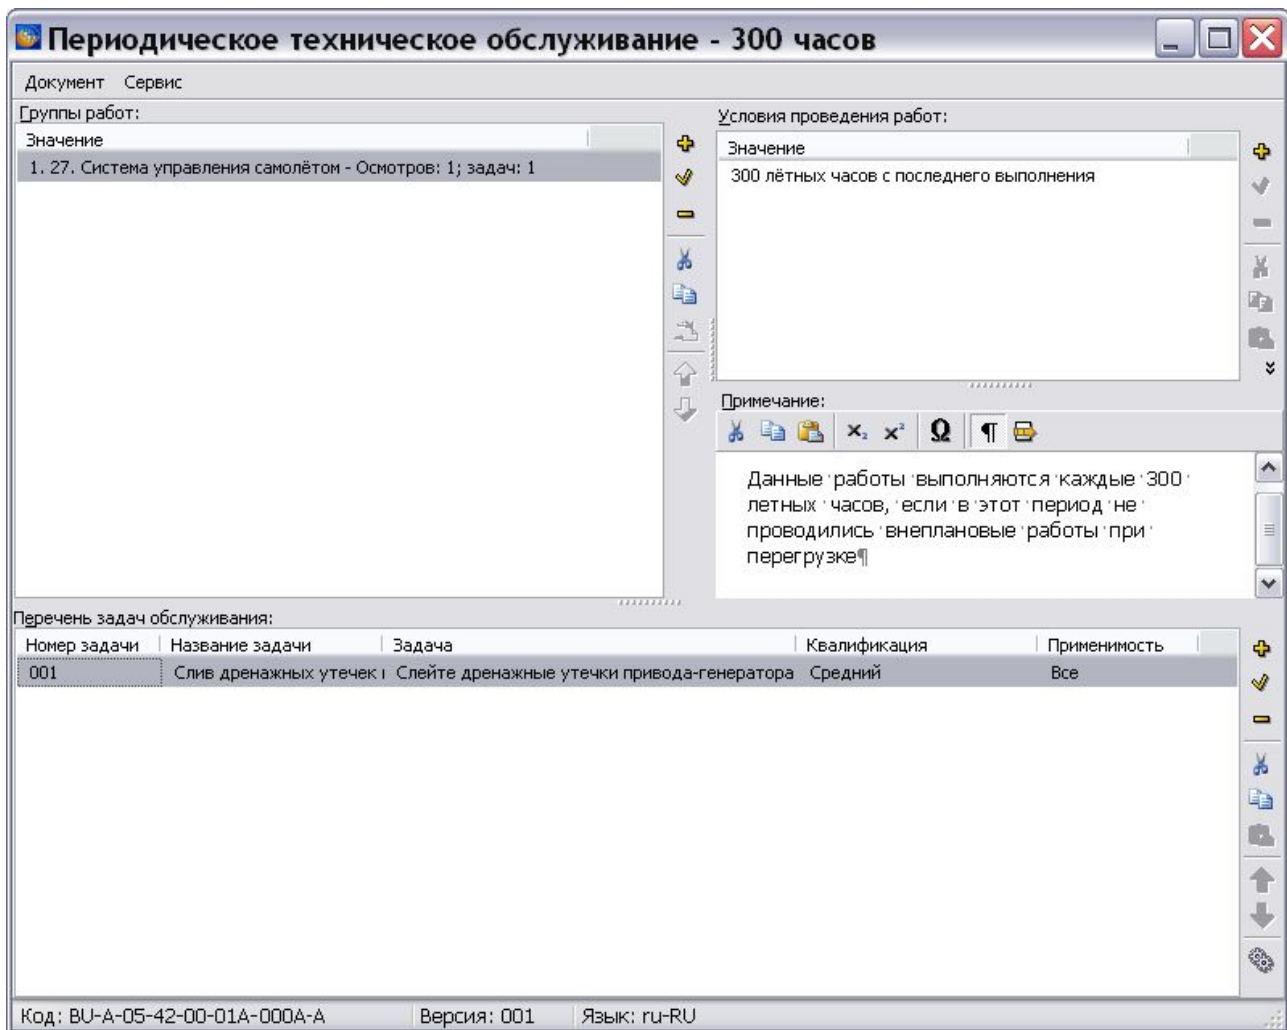

Рис. 10.39
3. Выделите версию модуля данных и нажмите на кнопку  **Редактировать**. При этом откроется окно редактора модуля данных типа «Формы технического обслуживания» (Рис. 10.39).